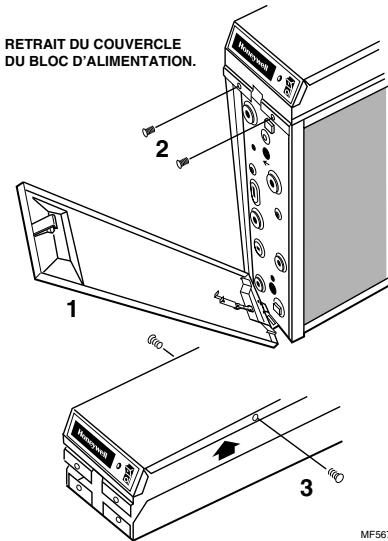

Fig. 10. Retrait du couvercle du bloc d'alimentation.
2. Enlever les deux vis sur le devant et les deux vis sur le côté du bloc d'alimentation. Voir Fig. 10.
L'alimentation à semi-conducteurs à l'intérieur du bloc d'alimentation se remplace. Si au cours de la vérification un problème d'alimentation est décelé, remplacer le bloc d'alimentation en entier ou l'alimentation à l'intérieur du bloc. Consulter la publication 69-1136. Se reporter à la Fig. 10 pour enlever le bloc d'alimentation.